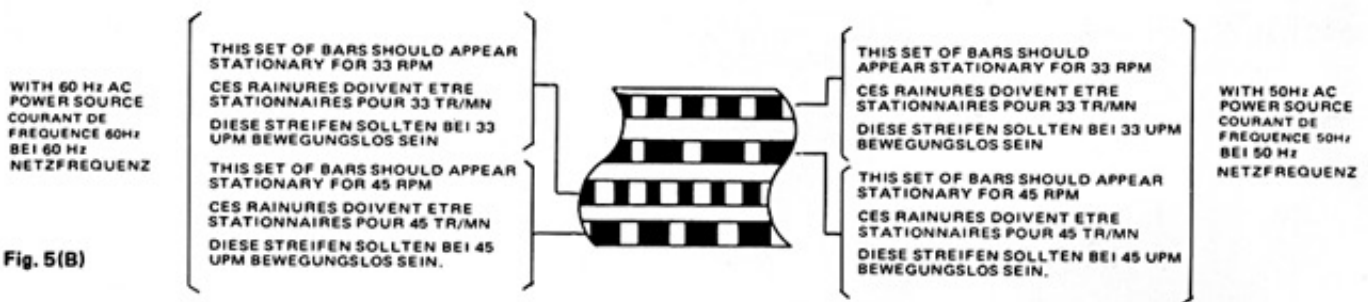

Fig. 5(B)
Zur Kontrolle und Einstellung der Geschwindigkeit bringen Sie den Plattenteller in Bewegung und beobachten Sie den entsprechenden Streifen auf dem Stroboskop für die gewählte Geschwindigkeit und Netzfrequenz (Abb. 5 (B)). Erscheinen die feinen Unterteilungen des Streifens nicht mehr und ist er vielmehr wie bewegungslos zu sehen, ist die Geschwindigkeit korrekt. Driften die feinen Einteilungen des Streifens in Bewegung mit, muß die Geschwindigkeit eingestellt werden. Ist die Richtung des Drifts nach links, ist die Geschwindigkeit zu hoch; ist sie nach rechts, ist die Geschwindigkeit zu niedrig. Die Richtung, in die die Geschwindigkeitsregler bewegt werden sollten, kann aus Abb. 5 (C) ersehen werden.